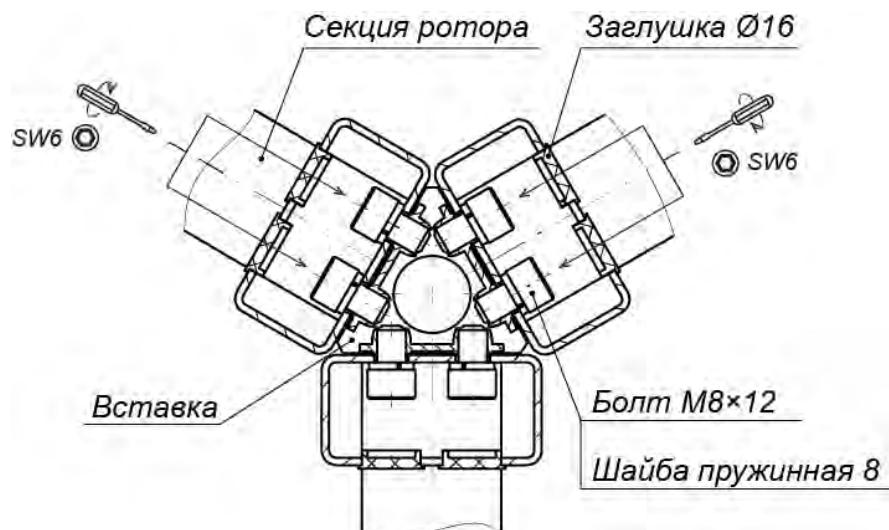

Рисунок 20. Схема соединения секций ротора (1)
- Последовательно закрепите на элементах крепления установленной секции ротора две оставшиеся секции, используя 4 болта M8x14 для верхних точек крепления и 20 болтов M8x12 (ключ SW6) для остальных точек крепления с пружинными шайбами (см. рис. 20). Для монтажа данных болтов рекомендуется использовать инструмент с возможностью фиксации в нем закручиваемого болта, к примеру, для ротора из стали – инструмент с магнитным наконечником (для ротора из нержавеющей стали применены болты также из нержавеющей стали, поэтому для этой цели нужно использовать липкую ленту, намотанную на наконечник, или подходящий пластичный материал).
- Проверьте вертикальность положения ротора с помощью уровня. При необходимости устранимте отклонение от вертикальности путем смещения балки привода (8) в пределах допуска монтажных отверстий под шпильки и болты. Окончательно затяните болты и гайки крепления балки привода.